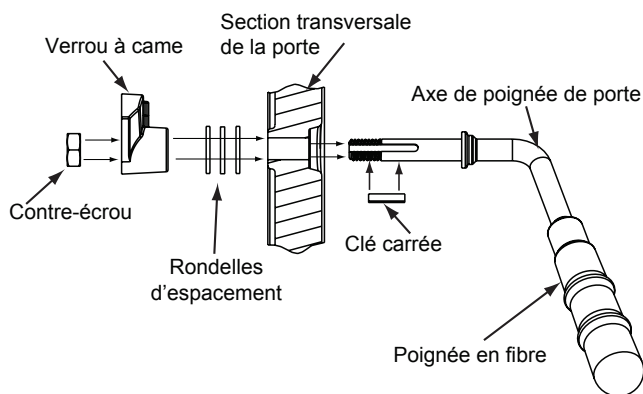

Figure 23.4 - Poignée de porte pour porte rectangulaire
7. Installez la poignée en la tournant dans le sens contraire des aiguilles d'une montre jusqu'à la position souhaitée sur la tige de la poignée de porte. **Figure 23.4.**